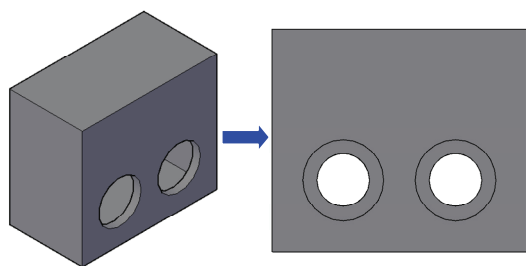

图 14-25 箱体差集 2
10) 将“视图”转换到“右视图”; 以求差出现的两个圆孔中心点为中心, 绘制两个 $\Phi 55 \times 10$ 的圆柱体(拉伸方向指向箱体里面); 执行“差集”命令, 将箱体和圆柱体执行差集操作, 如图 14-25 所示。